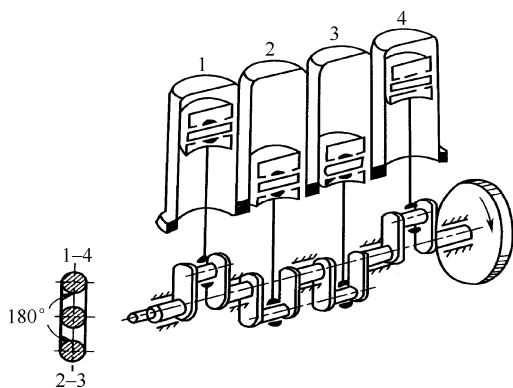

图 1-23 四缸发动机做功顺序及曲拐布置
1) 四缸四冲程发动机的点火间隔角为 $720^{\circ}/4 = 180^{\circ}$, 曲轴每转半圈 (180°) 做功一次, 四个缸的做功行程是交替进行的, 并在 720° 内完成。四缸发动机四个曲拐布置在同一平面内, 1、4 缸在上, 2、3 缸在下, 互相错开 180° , 工作顺序: 1—2—4—3 或 1—3—4—2。如图 1-23 所示。